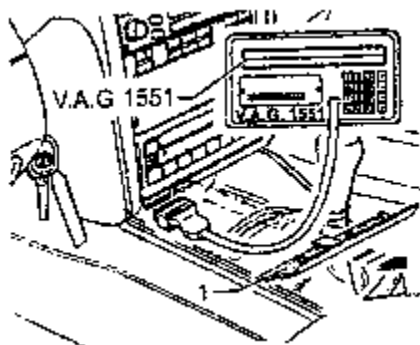

图 12-1 连接故障阅读仪
(1)如图 12-1 所示, 拉出盖板 1。连接 V.A.G1551 及其导线 V.A.G1551/3。屏幕显示: